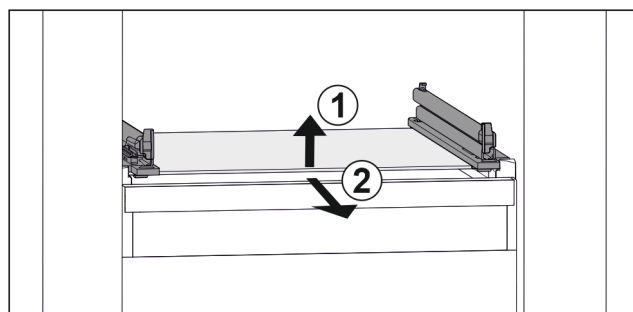

Fig. 46 Przykładowa prezentacja płyty szklanej
- Unieść płytę szklaną z przodu. Fig. 46 (1)
- Wyjąć płytę szklaną do przodu. Fig. 46 (2)